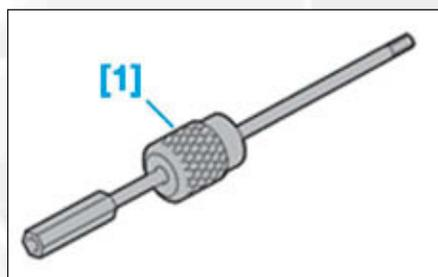

FIG.7
- [1]. Extracteur à inertie (réf. 1671-T/0316-A) (Fig.7).